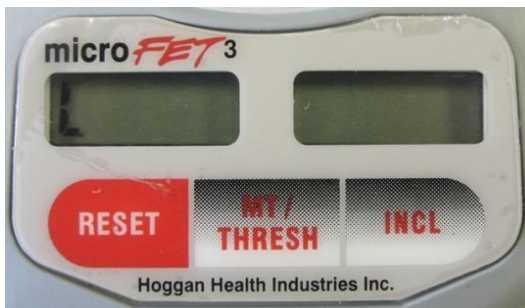

Abbildung 11. Kraftmessungsmodus
- Auf dem linken Display erscheinen die verfügbaren Maßeinheiten: „L“ = lbf., „g“ = Kraft in Kilogramm, „n“ = Newton. Es ist die aktuell eingestellte Maßeinheit zu sehen (siehe Abbildung 11).